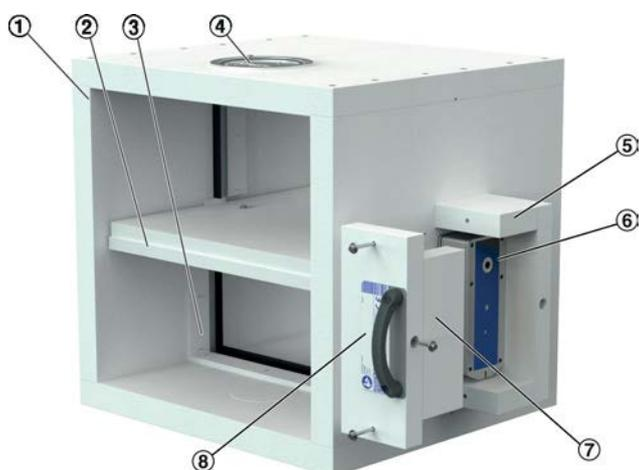

Fig. 4: Volet de désenfumage EK2-EU
| 2 | Côté installation | 5 | Libérer de l'espace pour assurer l'accès à l'encastrement du servomoteur Voir la Fig. 4 |
- ① EK2-EU
- ② Contre-cadre de connexion (en option)
- ③ Vis de fixation
- ④ Joint d'étanchéité
- ⑤ Libérer de l'espace pour assurer l'accès à l'encastrement du servomoteur Voir la Fig. 4
- ⑥ Encastrement du servo-moteur
- ⑦ Encastrement du module